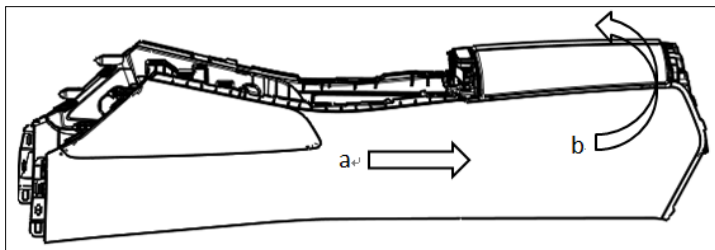

图 1.6.11 副仪表板本体总成的拆卸
- (6) 慢慢将副仪表板本体总成向车后方向移动适当距离，使副仪表板总成前端与仪表板配合处松开。
(7) 用手拖住副仪表板本体总成将本体总成后部慢慢向上抬起，与地板成一定适当角度；同时将整个本体总成向上抬高，使副仪表板本体避让开换挡安装支架，最后将本体总成取下。如图1.6.11所示：